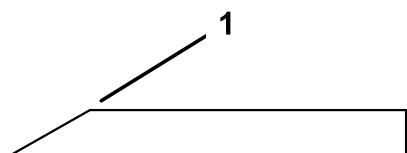

Figura 38
1. Utilice una lima para afilar el filo de corte en ambos extremos de la cuchilla (Figura 38).